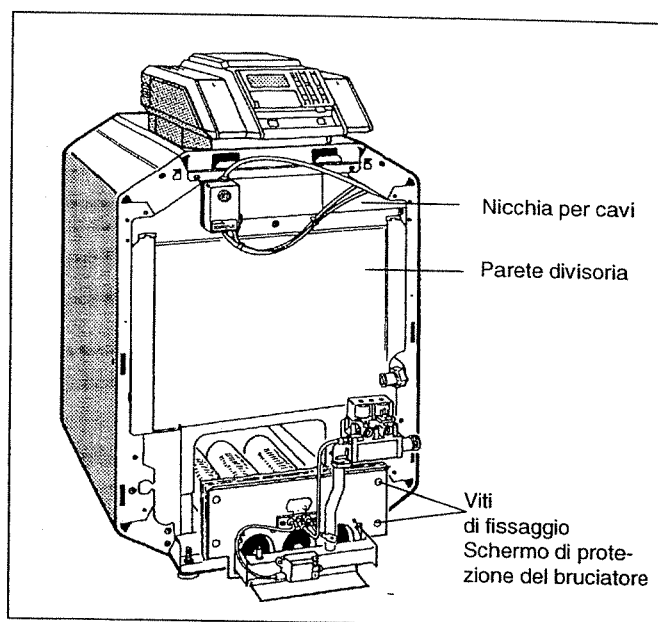

Fig. 37: Smontare il bruciatore
- Conservare i cavi allentati nella nicchia per cavi (Fig. 37).
- Staccare le viti di fissaggio dello schermo di protezione del bruciatore ed estrarre il bruciatore (Fig. 37).
- Sollevare la parete intermedia, sganciarla sopra e toglierla (Fig. 37).